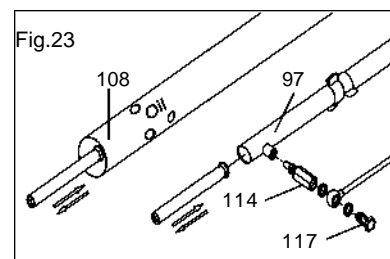

Fig.23
d) Remove carbon residue in resonator tube (97), solution socket (114), dosage nozzle (117) and fog tube (108) with the scraper and the wire brush. (Fig. 23)
d) Kohlerückstände in Resonatorrohr (97), Lösungsstutzen (114), Dosierdüse (117) und Nebelrohr (108) mit Schaber und Drahtbürste entfernen (Abb. 23)